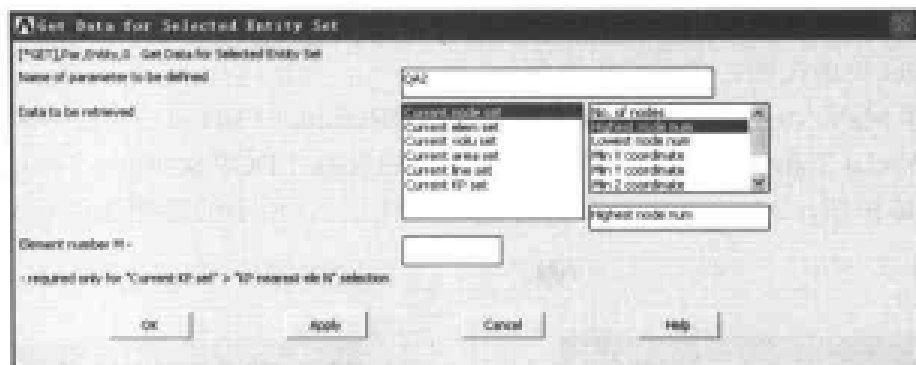

图 12-64 获取信息对话框
(8) 选择 Utility Menu | Style | Graphs | Modify Curves 命令, 出现 Curve Modifications for Graph Plots 对话框, 在 [/GTHK] Thickness of curves 下拉列表框中选择 Triple 选项, 单击 OK 按钮关闭该对话框。
(9) 选择 Utility Menu | PlotCtrls | Style | Colors | Graph Colors 命令, 出现 Graph Colors 对话框, 在 CURVE Graph curve number 1 下拉列表框中选择黄色, 单击 OK 按钮关闭该对话框。
(10) 选择 Utility Menu | Select | Entities 命令, 出现 Select Entities 对话框。在第 1 个下拉列表框中选择 Nodes 选项, 在第 2 个下拉列表框中选择 By Location 选项, 在第 3 个选项组中选 X coordinates 单选按钮, 在 Min,Max 文本框中输入 0.05, 在第 5 个选项组中选 From Full 单选按钮。
(11) 单击 Apply 按钮, 在第 3 个选项组中选 Y coordinates 单选按钮, 在 Min,Max 文本框中输入 0.025, 在第 5 个选项组中选 Reselect 单选按钮, 单击 OK 按钮关闭该对话框。
(12) 选择 Utility Menu | Get Scalar Data 命令, 出现 Get Scalar Data 对话框。在 Type of data to be retrieved 下拉列表框中选择 Model data, For selected set 选项, 单击 OK 按钮, 出现 Get Data for Selected Entity Set 对话框, 在 Name of parameter to be defined 文本框中输入 QA2, 在 Data to be retrieved 的两个列表框中分别选择 Current node set、Highest node num 选项, 如图 12-64 所示, 单击 OK 按钮关闭该对话框。